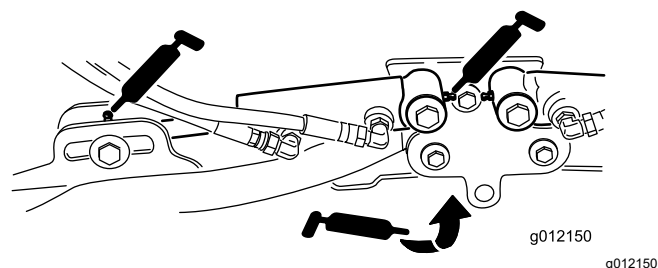

Рисунок 74
- Оси поворота подъемного рычага (по 1 шт.) (Рисунок 74)
- Цилиндры подъемных рычагов режущего блока (по 2 шт.) (Рисунок 74)